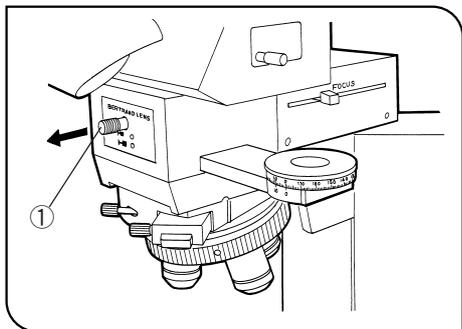

図 23
- 2) ベルトランレンズ挿脱つまみ①を引出してOUT位置(○印)にします。(図23)